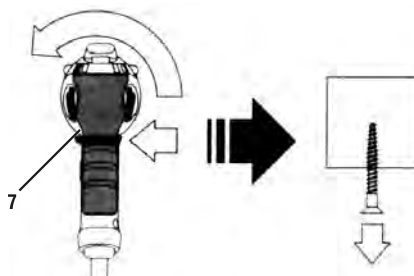

fig.5 – sentido de rotación para la izquierda
Para colocar la rotación en el sentido anti-horario (retirar el tornillo de la pieza) mueva el botón sentido de rotación (7) para la izquierda, conforme muestra la fig. 5.